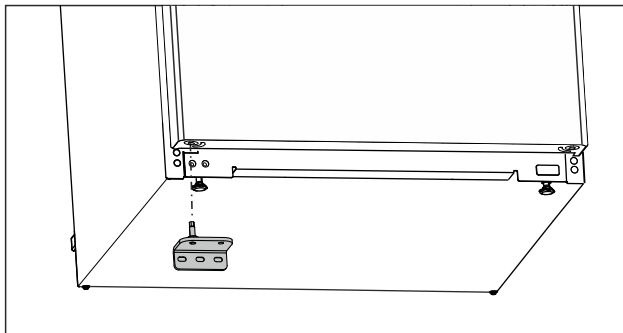

Fig. 25
- ▶ Pange alumine laagripukk vastasküljel sisse. (vt. Fig. 25)